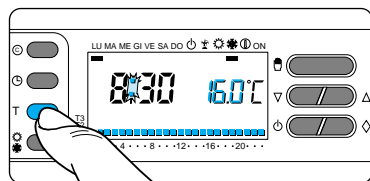

Fig. 64
12.2 - Premere il pulsante T (fig.64).